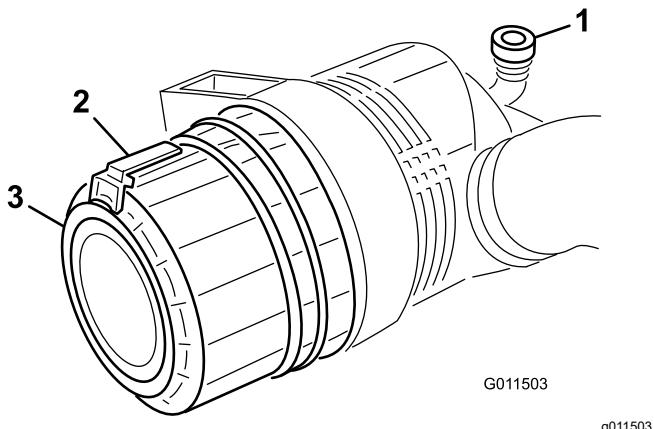

Figura 73
1. Tirate il fermo verso l'esterno e ruotate il coperchio del filtro in senso antiorario (Figura 73).